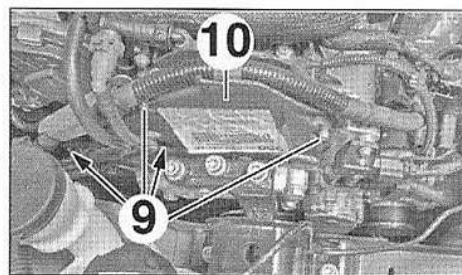

FIG.88
- Déposer (Fig.88) :
- les vis (9),
- le carter supérieur de distribution (10).